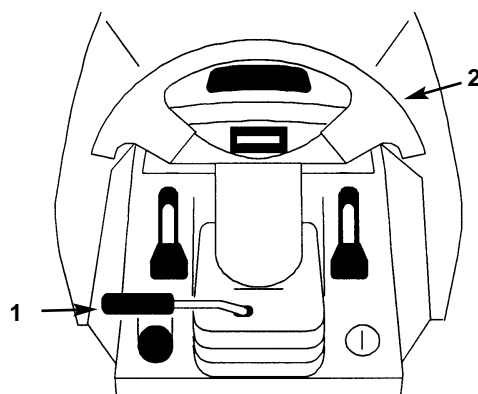

Figure 12
1. Sollevate la leva di inclinazione per sbloccare il dispositivo di fermo (Fig. 12).